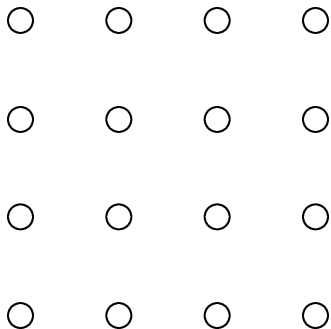

图 6-11 矩形阵列示例
矩形阵列是指将选定对象按指定的行数和列数进行多重复制。如图 6-11 所示是将小圆按照 4 行 4 列的方式进行矩形阵列。可以在如图 6-12 所示的【矩形阵列】对话框中进行设置。
(2) 单击【选择对象】按钮，则【阵列】对话框自动隐藏，提示选择操作对象。
(3) 选择图 6-11 中要创建阵列的对象（左下角小圆），按下〈Enter〉键确定，重新返回【阵列】对话框。
(4) 在【行】和【列】文本框中，分别输入“4”。
(5) 在【行偏移】和【列偏移】文本框中，输入行间距和列间距的值；也可单击【拾取两个偏移】按钮，直接捕捉其中一个单元方框的对角点来指定行间距和列间距。
(6) 在【阵列角度】文本框中输入 0；
(7) 单击【确定】按钮，即可创建图 6-11 所示的矩形阵列。